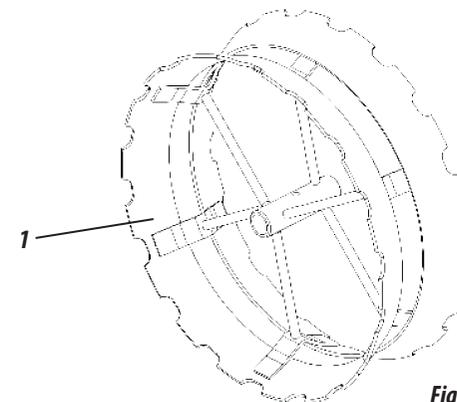

Figura 41
**RUEDA COMPACTADORA DE HIERRO ( FIGURA 41 )**
- 01** - La rueda compactadora de hierro (1), tiene la finalidad de presionar el suelo alrededor de la semilla, dejándolo suelto sobre ella.